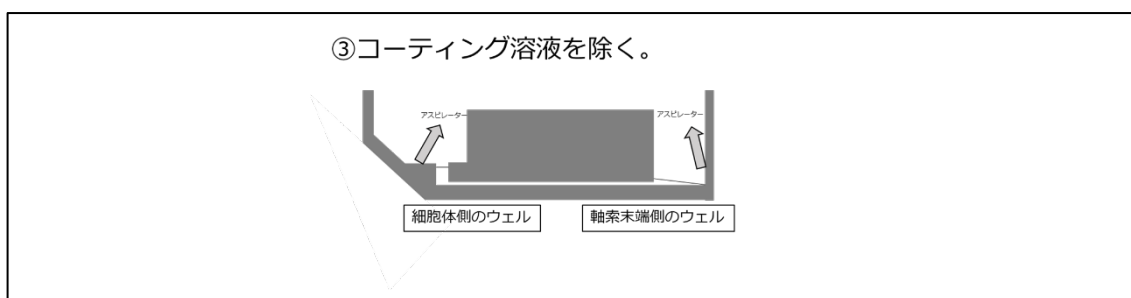

図6. Aチップの断面図のイメージ、余分なコーティング溶液の除き方
③ウェル内に余分に入っているコーティング溶液をアスピレーターで除いて下さい(図6)。